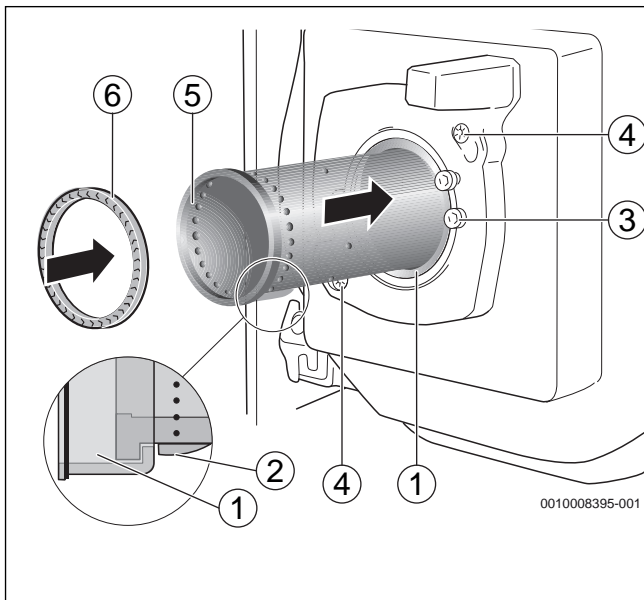

Рис. 40 Замена трубы горелки
- ▶ Вставьте трубу горелки (→рис. 40, [5]) в опорную трубу. Введите трубу горелки до упора в опорную трубу так, чтобы выступ был внутри неё (→рис. 40, [2]). Выступ трубы горелки должен зафиксироваться и находится внизу (→рис. 40, см. выноску).
- ▶ Установите новое уплотнение (→рис. 40, [6]).
- ▶ Перед установкой горелки проверьте уплотнение (→рис. 40, [6], стр. 22) между смесительной системой и трубой горелки.
- ▶ Вставьте уплотнение в трубу горелки (→рис. 40, [6], стр. 22).
- ▶ Установите горелку на оба винта на фланце горелки (→рис. 40, [4], стр. 22).
- ▶ Поверните до упора влево и затяните крепёжные винты (→рис. 40, [4], стр. 22).